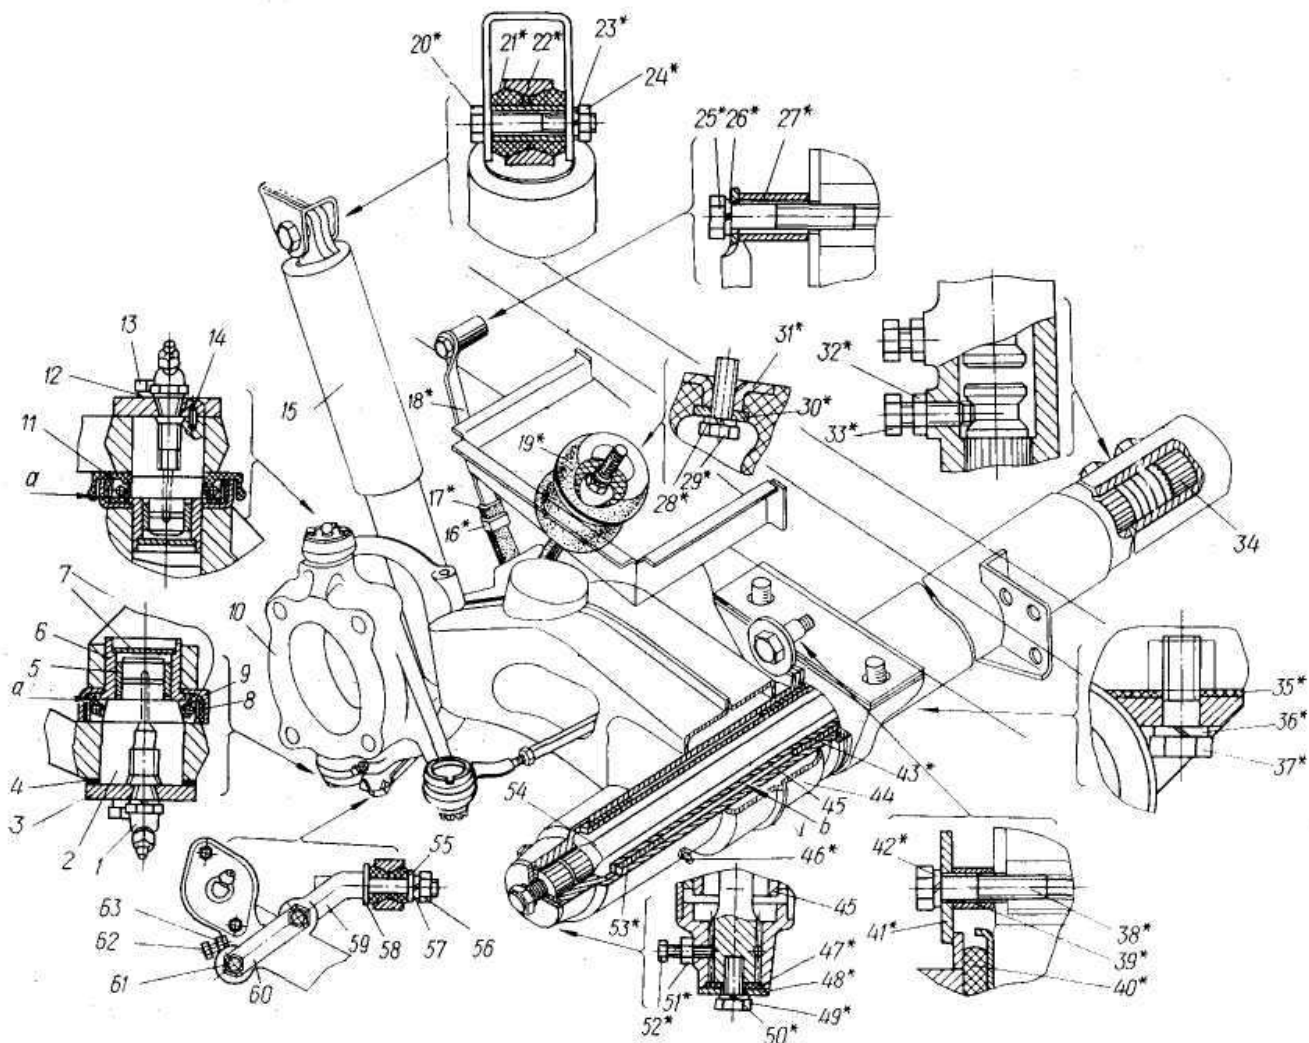

Рис. 172. Подвеска передних колёс:
Подвеска всех колёс — независимая, рычажно-торсионная, с гидравлическими амортизаторами телескопического типа двустороннего действия. Подвеска передних колёс показана на рис. 172.
Подвеска задних колёс состоит из оси, рычагов, торсионов и амортизаторов по конструкции аналогичных показанным на рис. 172, а также из деталей, позиции которых на этом рисунке обозначены звёздочкой.
- отведите ограничители 18 (рис. 172) у передней подвески вперёд и у задней назад, сняв крепление одного и ослабив — другого конца;